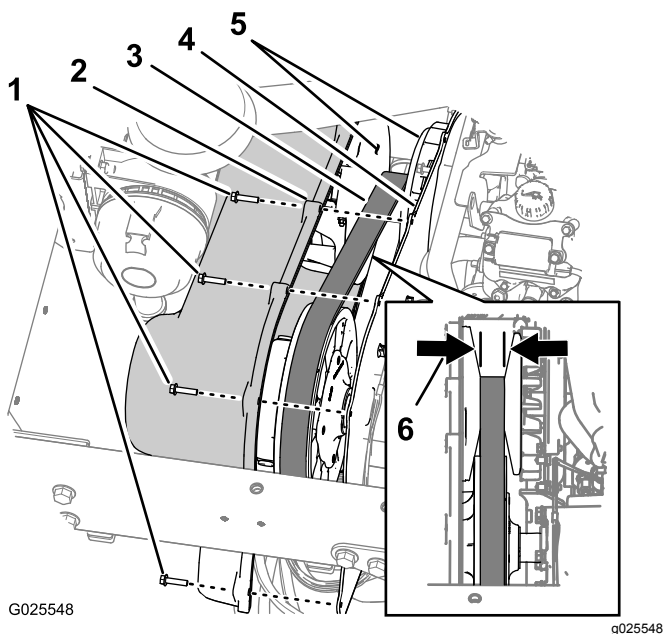

図 71
1. トランスミッションカバーをトランスミッション取り付けプレートに固定している六角ワッシャねじ 9 本 1/4 x 1 インチを外す 図 71。
2. 駆動ベルトが見える位置までカバーを前方にずらす 図 71。
3. 一次クラッチのテーパ面に破損の兆候がないか点検する 図 71。
4. 駆動ベルトのコグ歯が欠けていたり破損したりしていないか点検する 図 71。
5. ベルトの幅を測定し、その値を記録する 図 71。
注 ベルトの幅が 29.5mm 以下になっている場合にはベルトを交換してください 図 71。
6. トランスミッションカバーの穴を、取り付けプレートの穴に合わせる 図 71。
7. カバーを取り付けプレートに固定する 図 71 ステップ 1 で取り外した六角ワッシャねじ 9 本 1/4 x 1 インチを使用し、 $10.212.4\text{N}\cdot\text{m}$ $1.01.3\text{kg}\cdot\text{m} = 90\text{110in}\cdot\text{lb}$ にトルク締めする。